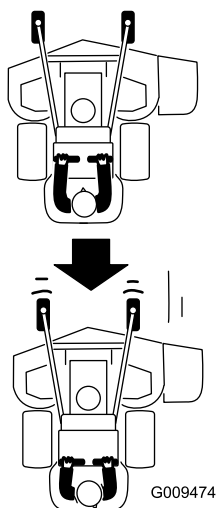

Figure 22
2. Tirez lentement les leviers de commande de déplacement en arrière (Figure 22).